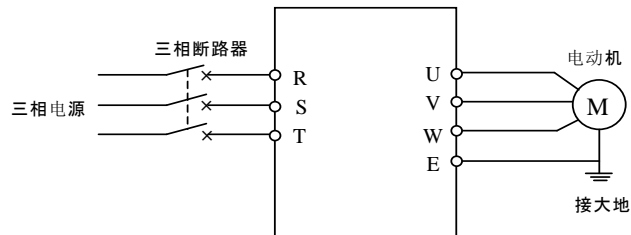

图 3-3 简单运行接线图
简单运行接线图如图 3-3 所示。
- ① 按图 3-3 接线。
- ② 确认接线无误后合上电源开关，接通电源，变频器先显示“P.oFF”，稍后显示“0”。
- ③ 确认频率设定通道为面板数字设定方式。（[b- 2] = 1）
- ④ 根据变频器拖动电动机的额定铭牌数据，对参数 b- 4~b- 7 进行参数设置。
- ⑤ 按  键启动变频器，变频器输出 0.5Hz 的启动频率后输出 0 频率，显示“0.0”。
- ⑥ 按  键，增大设定频率，变频器的输出频率增加，电机转速加快。
- ⑦ 观察电机的运行是否正常，若有异常立即停止运行，断电，查清原因后再运行。
- ⑧ 按  键减小设定频率。
- ⑨ 按  键停止运行。
- ⑩ 切断电源开关。